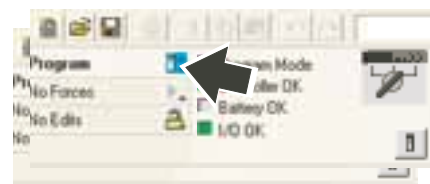

Figure 4.3.21j Clic sur l'icône "Programme"
8. Cliquez à gauche sur l'icône "Programme" (figure 4.3.21j) et sélectionnez "Aller hors ligne" dans le menu qui s'affiche.